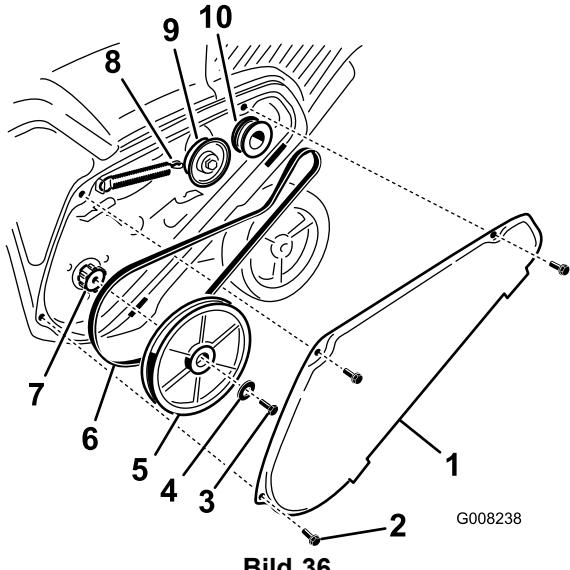

Bild 36
Hinweis: Verlegen Sie den neuen Treibriemen zuerst um die Motorriemenscheibe, dann um die Spannscheibe und dann lose um die Rotorscheibe, die sich etwas über der Rotorwelle befindet (Bild 36).
- Montieren Sie die Rotorscheibe an der Rotorwelle (Bild 36).
- Setzen Sie die Wellenscheibe und die Rotorscheibenschraube ein und ziehen sie beide fest (Bild 36).
- Haken Sie die Bremsfeder vom Spannarm aus, um die Riemenspannung zu lösen (Bild 36).
- Nehmen Sie die Schraube und die Wellenscheibe ab, mit denen die Rotorscheibe befestigt ist (Bild 36).
- Entfernen Sie die Rotorscheibe und den Treibriemen (Bild 36).